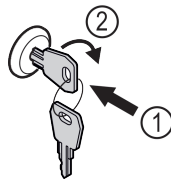

Fig. 44
- Schlüssel hineindrücken Fig. 44 (1).
- Schlüssel um 90° im Uhrzeigersinn drehen Fig. 44 (2).